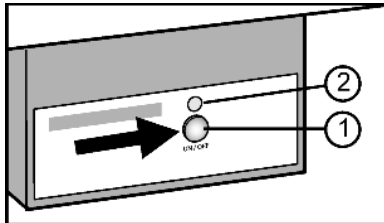

Fig. 34
- ▶ Druk op de toets On/Off Fig. 34 (1), zodat de LEDs Fig. 34 (2) branden.